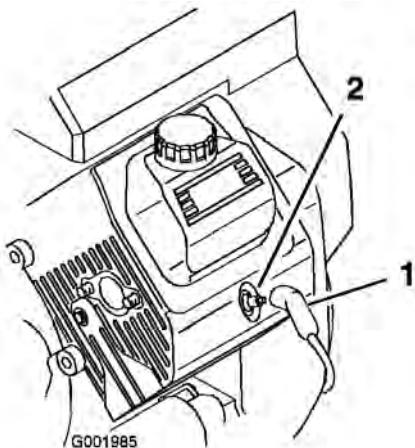

Figura 49
3. Staccate il cappellotto dalle candele (Figura 49).
3. Collegate i cappellotti alle candele (Figura 49).